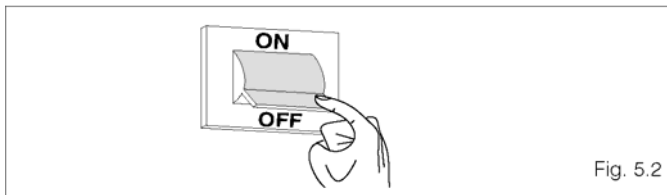

Fig. 5.2
- Установите главный выключатель системы в положение «выключено» (рисунок 5.2).